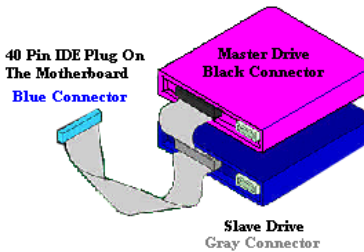

図 2-12 ATA/66 ケーブルの接続方法
- 黒いコネクタをマスター HDD のプラグに差し込みます。次にグレイのコネクタをスレーブドライブ (セカンダリ HDD、CD-ROM、テープドライブなど) のプラグに差し込みます。図 2-12 を参照してください。